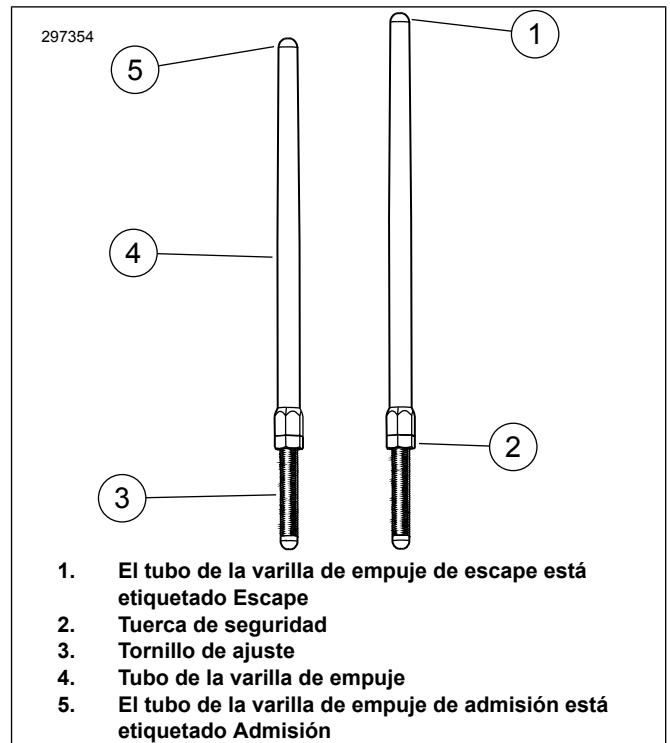

Figura 3. Varilla de empuje ajustable
6. Consulte la Figura 3. Afloje la tuerca de seguridad en todas las varillas de empuje y ajústelas en su longitud más corta.